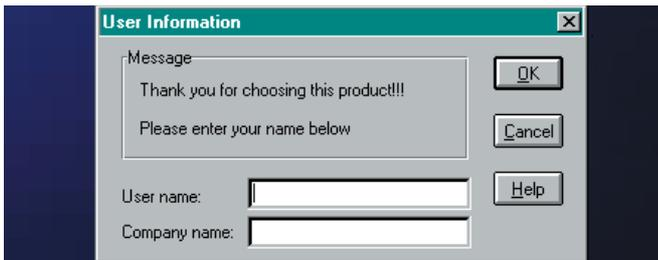

Abbildung 4-2. Installation der MINI-ARRAY-Software: Screen mit Anwenderinformationen
3. Jetzt erscheint ein Dialogfeld zu User Information (Benutzerinformationen) (Abbildung 4-2). Geben Sie Benutzernamen und Firmennamen ein und klicken Sie dann auf **OK**.